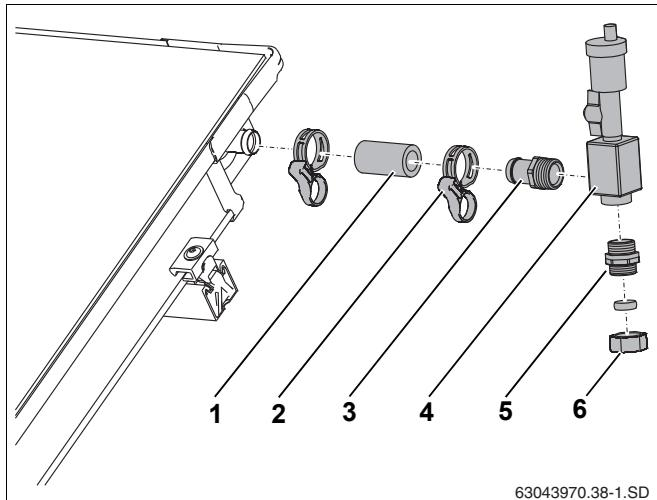

Рис. 60 Подключение воздушного клапана на крыше
- Надеть короткий шланг (55 мм, рис. 60, поз. 1) на штуцер подключения подающей линии коллектора и зажать пружинным хомутом.
- Завернуть наконечник R^{3/4} с кольцом (рис. 60, поз. 3) в воздухосборник (рис. 60, поз. 4).
- Вставить наконечник (рис. 60, поз. 3) до упора в шланг и зажать пружинным хомутом (рис. 60, поз. 2).
- Завернуть двойной ниппель с кольцом (рис. 60, поз. 5) в воздухосборник.
- Подсоединить сборную линию к резьбовому соединению с зажимным кольцом (18 мм) (рис. 60, поз. 6).